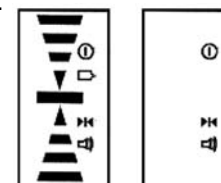

Figure 3 Figure 4
- 1) Pulse la tecla de encendido para encender la unidad. La pantalla LCD iluminará todos los segmentos indicadores durante 0.5 segundos (Fig 3). Cuando los segmentos indicadores ya no están iluminados, el detector está listo para usar. **Nota:** La pantalla LCD aún tendrá iluminados los indicadores de encendido, detección y sonido (Fig 4).